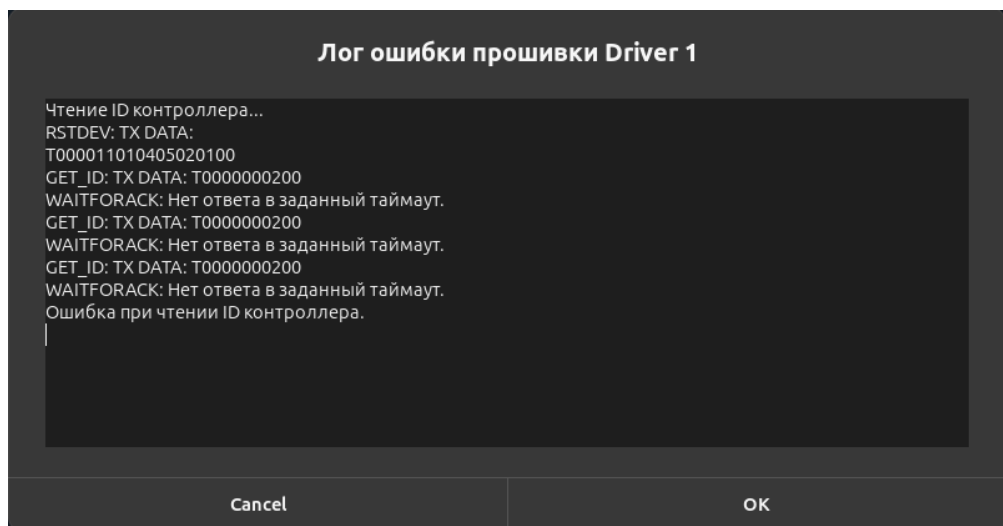

Рисунок II-71 – Лог ошибки прошивки
- 8) Нажмите «ОК». Отобразится лог ошибки (см. Рисунок II-71).